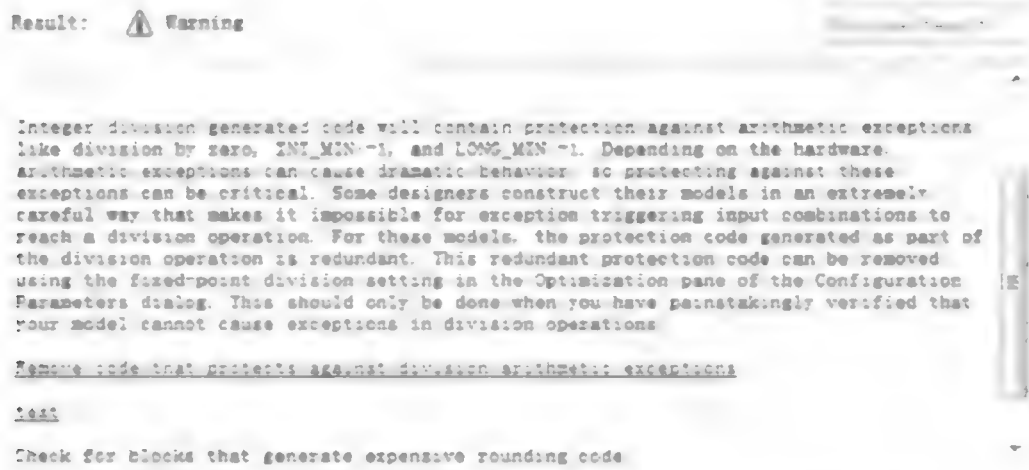

图 9.9.15 确认生成大量饱和、取整代码的模块任务界面
(7) Identify blocks that generate expensive saturation and rounding codes 警告项提示说,当前设置会在代码中产生与整数除法相关的冗余,但可以起到保护算法中可能出现的分母为 0 等意外状况,如图 9.9.15 所示。用户可根据自己的需要判断是否需要这些冗余的保护措施。